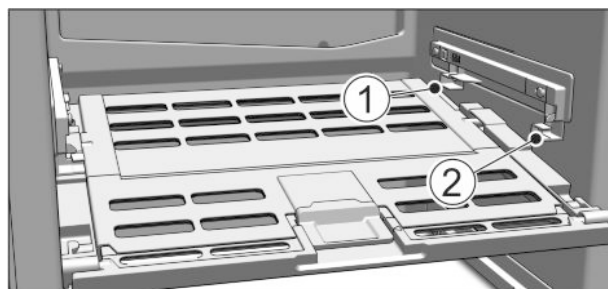

Fig. 16
► Nasazení víka přihrádky na ovoce a zeleninu: Výstupky víka zaved'te zdola do zadních držáků Fig. 16 (1) a vpředu zaklesněte do držáku Fig. 16 (2).